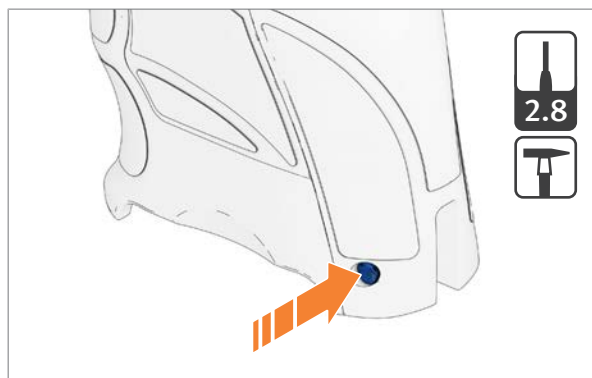

Abb. 30: Spannstift für Griff Rücken austreiben
1. Spannstift für Griff Rücken austreiben (Abb. 30).